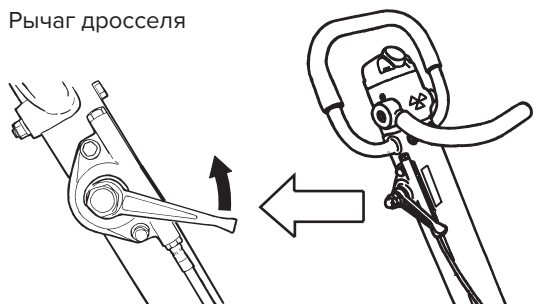

Рис. 5
3. Переместите рычаг дроссельной заслонки в положение высоких оборотов (рис. 5).